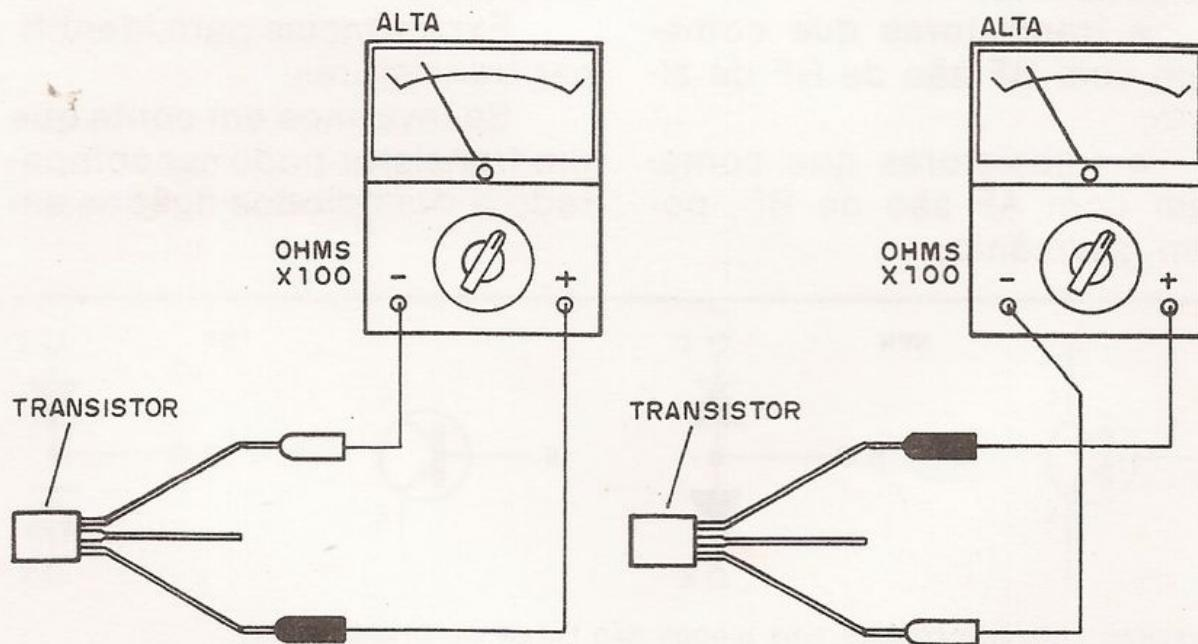

figura 10
- Em primeiro lugar procuramos o par de terminais que, medindo a resistência num sentido e em outro — conforme mostra a figura 10 —, resulte sempre numa leitura de valor elevado.